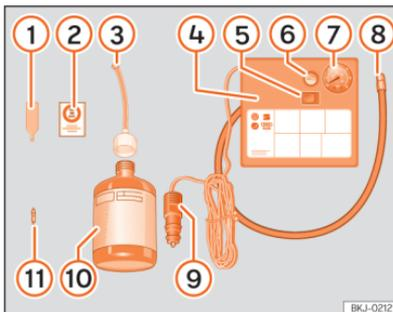

Abb. 259 Prinzipdarstellung: Bestandteile des Pannensets
Das Pannenset befindet sich im Gepäckraum unter dem Bodenbelag. Es besteht aus folgenden Bestandteilen >>> **(Abb. 259)**:
- Ventilkappe und Ventileinsatz vom Reifenventil abschrauben. Verwenden Sie den Ventileinsatzdreher >>> **(Abb. 259)** ① zum Heraus-schrauben des Ventileinsatzes. Legen Sie den Ventileinsatz auf einem sauberen Untergrund ab.
- Reifenfüllflasche kräftig schütteln >>> **(Abb. 259)** ⑩.
- Einfüllschlauch >>> **(Abb. 259)** ③ auf die Reifenfüllflasche schrauben. Die Folie am Verschluss wird automatisch durchstoßen.
- Verschlussstopfen vom Einfüllschlauch >>> **(Abb. 259)** ③ entfernen und das offene Schlauchende auf das Reifenventil schrauben.
- Ventileinsatz mit dem Ventileinsatzdreher >>> **(Abb. 259)** ① wieder in das Reifenventil schrauben.
- Reifenfüllschlauch >>> **(Abb. 259)** ⑧ des Luftkompressors fest auf das Reifenventil schrauben.
- Prüfen, ob die Luftablassschraube >>> **(Abb. 259)** ⑥ zugedreht ist.
- Kabelstecker »» (Abb. 259) ⑨ in eine 12-Volt-Steckdose des Fahrzeugs stecken »» S. 257.
- Luftkompressor mit dem EIN-/AUS-Schalter »» (Abb. 259) ⑤ einschalten.
- Kleben Sie den Aufkleber »» (Abb. 259) ② im Sichtfeld des Fahrers auf das Kombi-Instrument.
Schließen Sie den Reifenfüllschlauch »» (Abb. 259) ⑧ wieder an und lesen Sie den Reifenfülldruck an der Reifenfülldruckanzeige ⑦ ab.